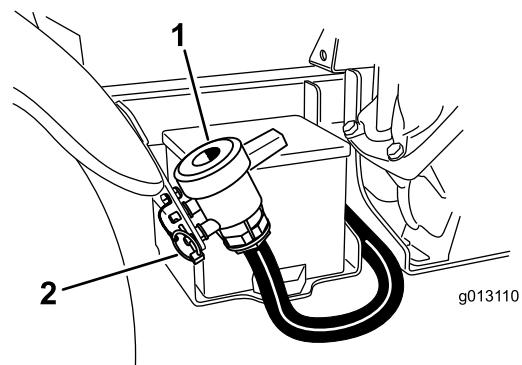

Figura 26
2. Localize a válvula de escoamento do depósito no lado direito da máquina (Figura 26). A válvula encontra-se no guarda-lamas próximo da bateria.